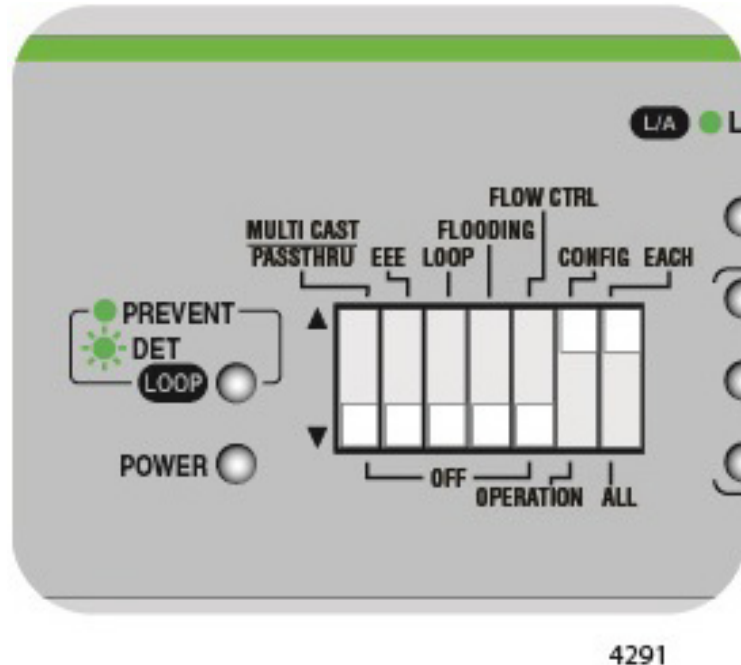

Рисунок 44. Положение DIP-переключателя для настройки отдельного порта
2. Установите DIP-переключатель № 7 (ALL/EACH) в верхнее положение (EACH). Индикатор SPD/LOOP у порта № 1 начнет мигать, указывая на готовность этого порта к настройке. См. рис. 44.